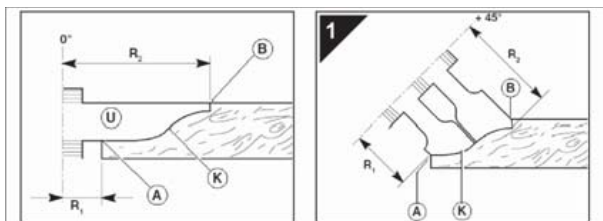

Fig. 9.33-5C
Con albero perpendicolare al piano e con apposito utensile sagomato (U fig. 9.33-5C) si verifica:
- la velocità periferica dell'utensile nel punto (B fig. 9.33-5C) è molto maggiore che nel punto (A fig. 9.33-5C), poiché $R_1 < R_2$.
Questo potrebbe determinare una differenza di finitura su tutta la superficie A - B o anche delle bruciature. Con albero inclinato a +45° (1 fig. 9.33-5C) tale differenza di finitura viene minimizzata in quanto $R_1 \sim R_2$, utilizzando un opportuno utensile sagomato.